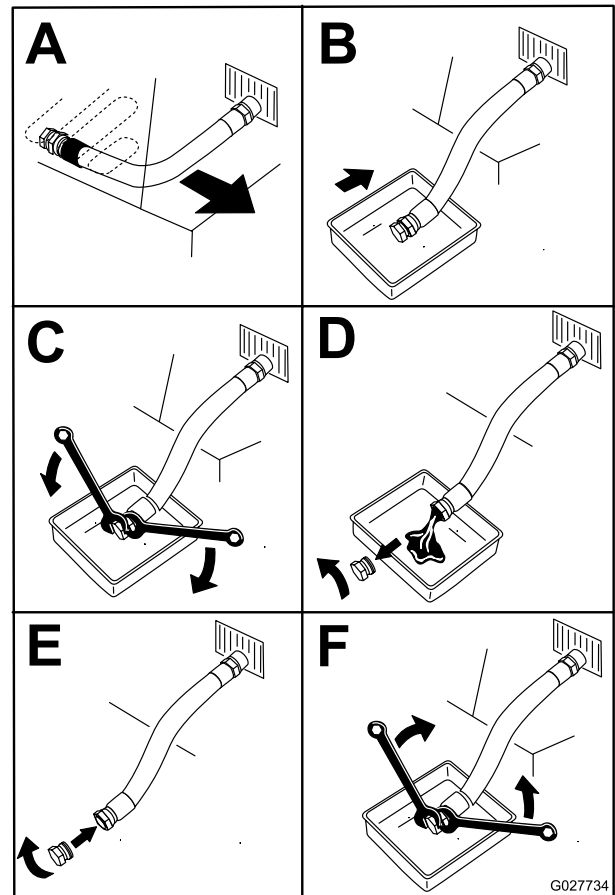

Bild 43
- Lassen Sie das Öl vom Motor ab (Bild 43).